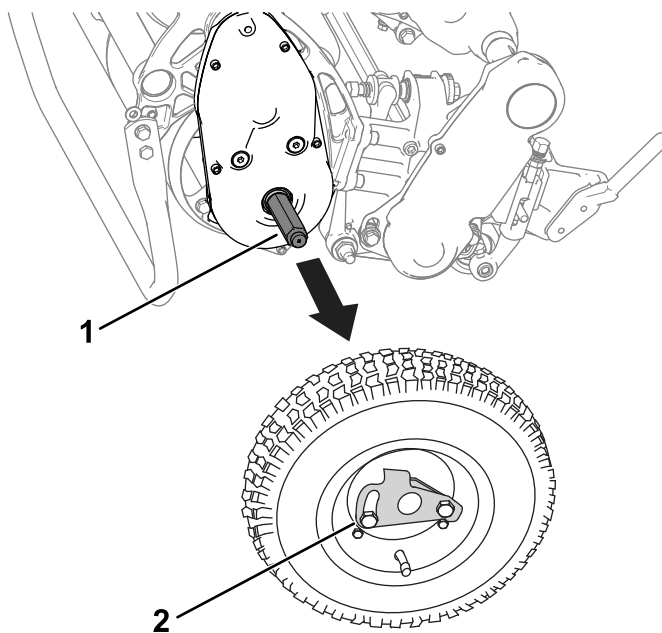

Figura 20
3. Îndepărtați roile de transport apăsând clemele de blocare a roilor în afara osiilor (Figura 20).